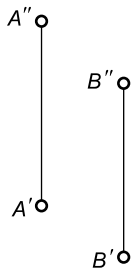

Рис. 5
2.4. По чертежу, показанному на рис. 5, определить расположение точки B относительно точки A .